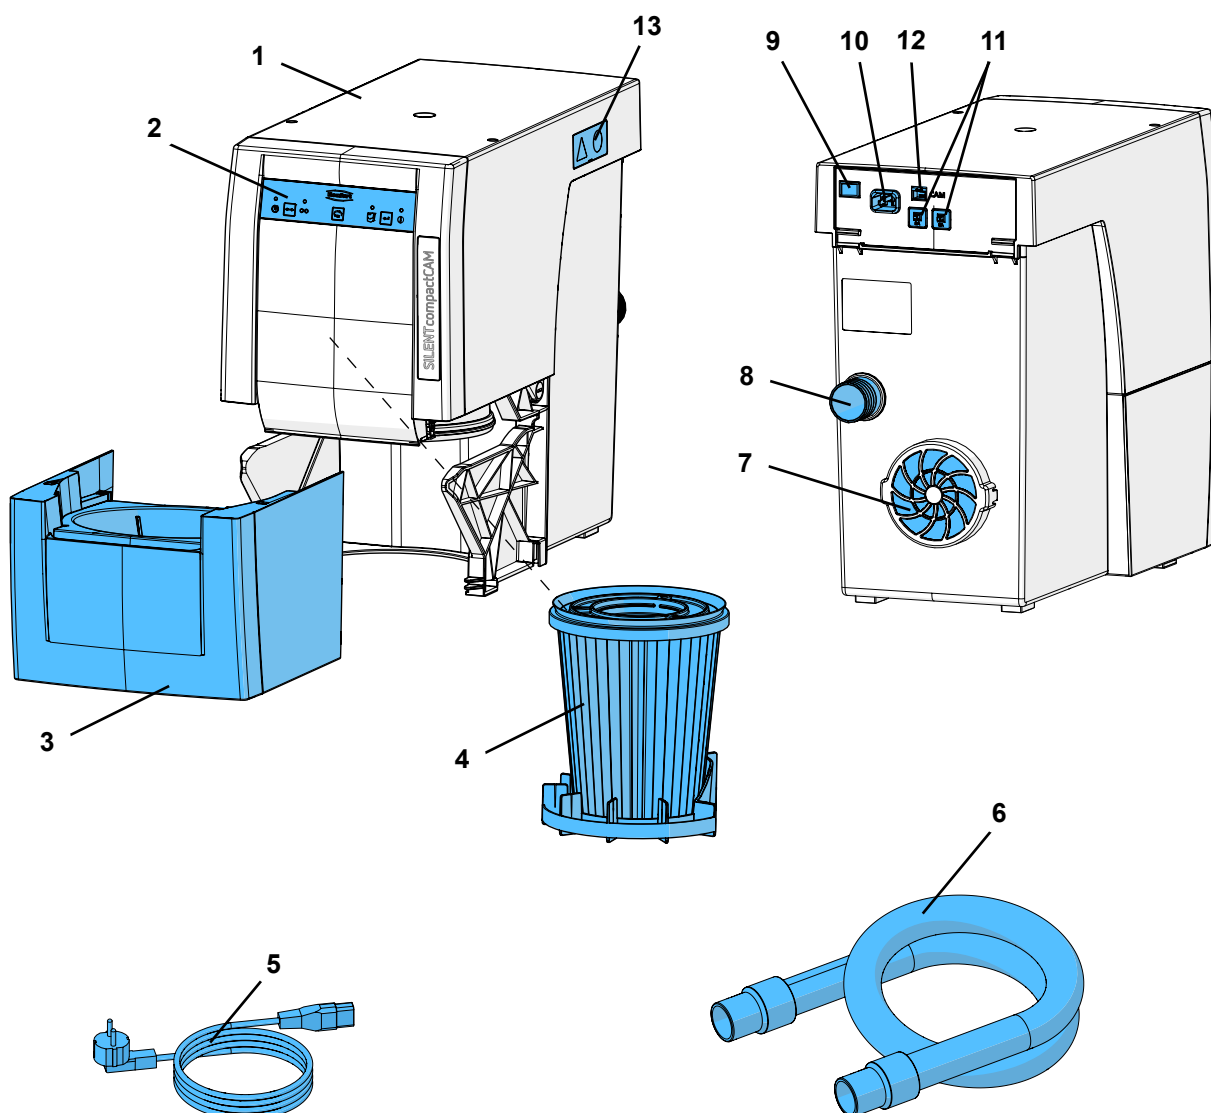

Fig. 1
- a exaustão de ar (7, Fig. 1) não fique obstruída.
- Abertura na parede traseira do armário, mín. 250 x 120 mm, diretamente em frente da saída de ar de exaustão (7, Fig. 1).
- ⇒ Desligue o aparelho no botão Lig / Desl (9).
- ⇒ Ligue o cabo elétrico (5, Fig. 1) à ligação da rede elétrica (10).
- ⇒ Enfie a mangueira de aspiração (6, Fig. 1) no tubo de ligação (8).